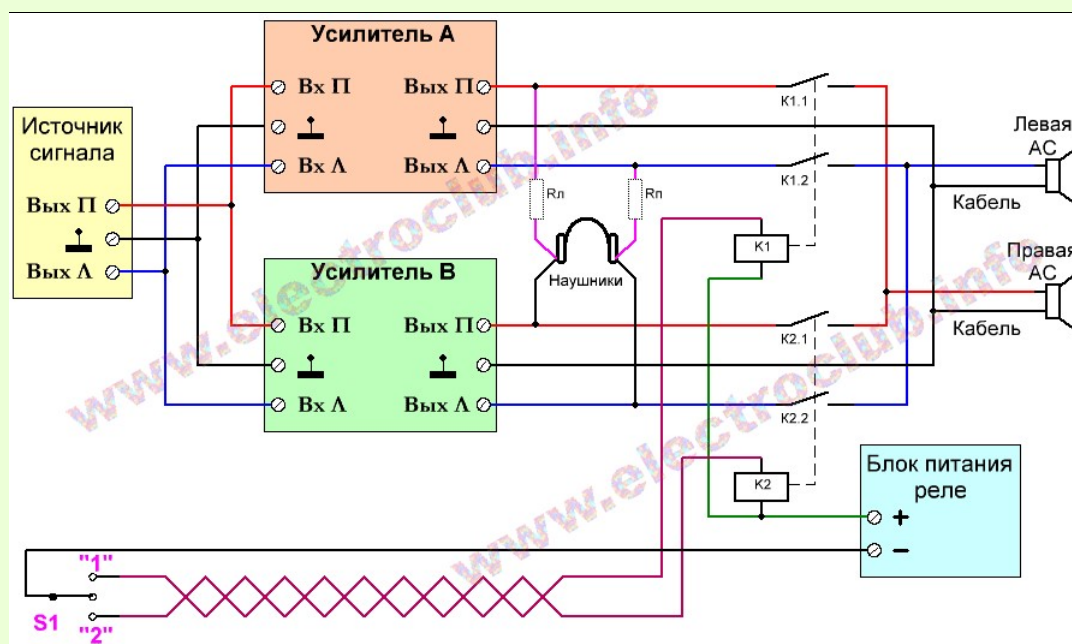

Рис. 2. Схема сравнения полных усилителей.
Возможная схема эксперимента (а это действительно эксперимент, в результате которого рождается новое знание) показана на рис. 2. Как видите, правильное сравнение, как и любое настоящее исследование – дело непростое.
6. Перед тестированием необходимо в усилителях выставить одни и те же уровни громкости (более громкое звучание кажется более красивым). Для этого можно использовать наушники, включенные так, как показано на рис. 2. У каждого из наушников (правого и левого) берется оба провода. Правый наушник подключается к выходам правых каналов усилителей, левый наушник – к выходам левых каналов. Колонки отключаются (переключателем S1) и регулятором громкости одного из усилителей устанавливается минимум громкости в наушниках. Идеальный вариант – когда в наушниках вообще ничего не слышно. Чем громче звучат наушники – тем больше будет погрешность сравнения. Кстати, при помощи наушников можно выровнять и тембры в случае когда темброблок отключить невозможно. Дело в том, что установка регуляторов тембра в ноль не означает, что тембр никак не регулируется. Все зависит от конкретной схемы темброблока. Вот здесь пример АЧХ реального промышленного усилителя, измеренных при обходе темброблока и при включенном темброблоке и установленных в ноль регуляторах. Поэтому при невозможности отключить темброблок надо при помощи наушников регуляторами громкости и тембра выставить минимальную громкость звука в наушниках. При этом важно и сохранение частотного баланса: лучше, если звук в наушниках будет чуть громче, но «полноценный» - содержащий все частоты, чем если звук будет тихий, но буд
Внимание! Если уровень громкости усилителей установлен сильно разный, то наушники могут сгореть! Первое включение наушников лучше делать через ограничительные резисторы 1...3 кОм (на рис. 2 это резисторы R_л и R_п, показанные пунктиром), и лишь при окончательной настройке подключать наушники напрямую. После настройки усилителей на время сравнения наушники лучше отключать.
7. Колонки к выходам усилителей подключаются через контакты качественных реле, которыми управляет переключатель S1. Если уж совсем все плохо, то вместо реле можно использовать один только переключатель (сдвоенный). Но это будет хуже: будут влиять провода, идущие к переключателю. И качество переключателя (сопротивление контактов) тоже будет влиять на результаты сравнения. У хороших реле контакты намного лучше, чем у переключателей. Блок питания на рис. 2 – это специальный отдельный блок питания, он предназначен для питания только реле. Любого типа на нужное напряжение.